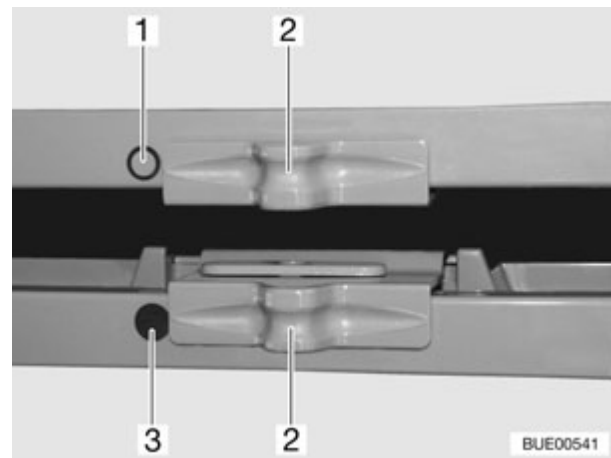

Fig. 162 Bloqueo de la puerta del frigorífico/ del compartimento congelador (variante 5)
- Desplazar el bloqueo (Fig. 162,2) hacia un lado, de tal manera que el anillo "○" (Fig. 162,1) sea visible.
- Desplazar el bloqueo (Fig. 162,2) hacia un lado, de tal manera que el punto completo "●" (Fig. 162,3) sea visible.